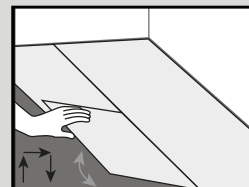
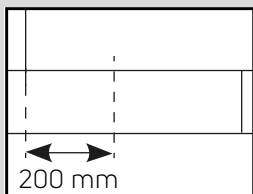
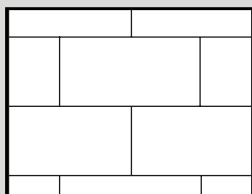

Fig. 3
Fig. 4a
Fig. 4b
4. Empiece la segunda fila introduciendo la lengüeta en la ranura sujetando la plancha en ángulo (aproximadamente 30°) continúe golpeando firmemente la plancha/azulejo en la ranura de la primera fila. Instale el siguiente tablón/azulejo juntando la lengüeta y la ranura por el lado largo (Fig. 3). Los azulejos y tablones deben instalarse "desplazadas", de modo que las cuatro esquinas nunca se junten (Fig. 4a y Fig. 4b).